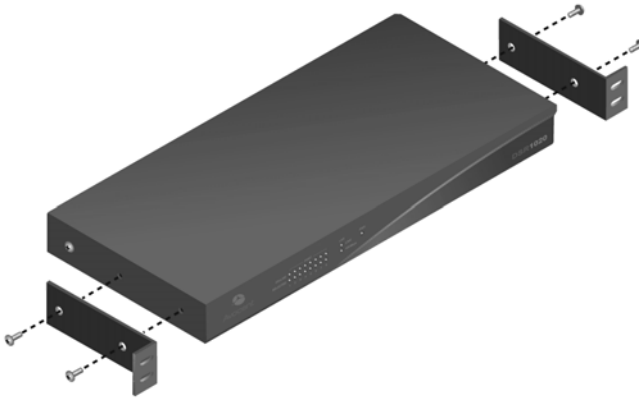

Figure 2.2 : Schéma de montage du commutateur DSR
2. Placez les supports de montage en rack à côté du commutateur comme illustré à la Figure 2.2.